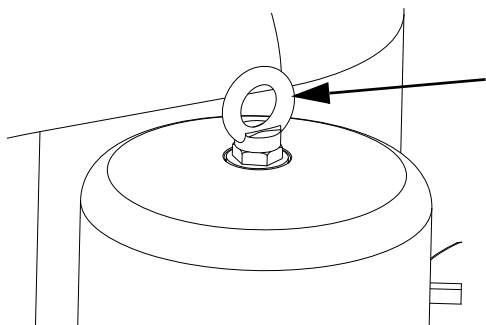

Abb. 31 Hebeöse
- Die Hebeöse oben auf dem Motor herausschrauben. Siehe Abb. 31.